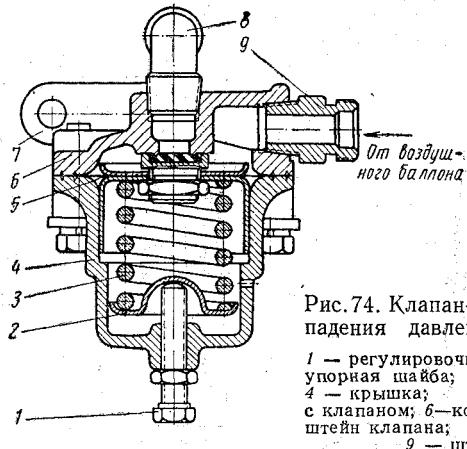

Рис. 74. Клапан-ограничитель падения давления воздуха:
**Клапан-ограничитель падения давления воздуха** (рис. 74) разобщает систему регулирования давления воздуха в шинах при понижении давления от системы пневматического привода тормозов, чтобы в тормозной системе сохранилось давление воздуха, необходимое для обеспечения безопасности движения автомобиля. Если в тормозной системе давление воздуха ниже  $4,5 \text{ кГ/см}^2$ , накачка шин невозможна. Клапан-ограничитель подает воздух в систему регулирования давления воздуха только тогда, когда давление в системе тормозов превышает минимальное, обеспечивающее нормальную работу системы.